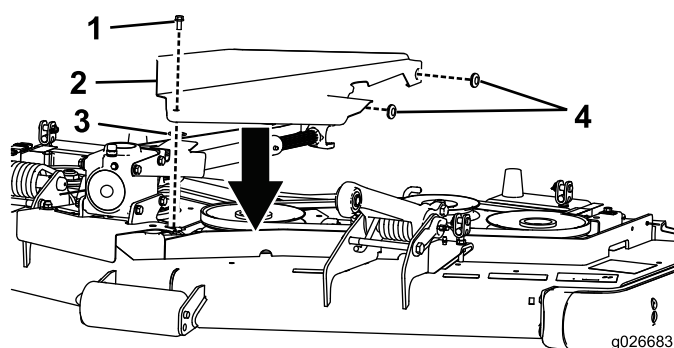

Figura 9
1. Inserite un gommino in ciascun foro sul lato del coperchio interno (Figura 9).
2. Montate la vite esagonale flangiata e il dado in gabbia sul coperchio interno (Figura 9).
3. Agganciate il lato del coperchio interno sui perni del piatto mentre fissate l'altra estremità del coperchio al dado di fissaggio nel carter della puleggia con la vite esagonale flangiata installata in precedenza (Figura 9).